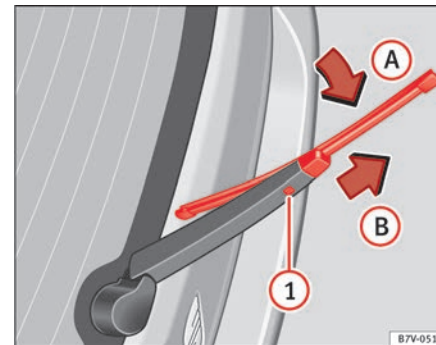

Abb. 159 Scheibenwischerblatt der Heckscheibe auswechseln.
- Scheibenwischerblatt oben in Richtung Scheibenwischerarm ⇒ Abb. 159 (Pfeil A) klappen.
- Entriegelungstaste ① gedrückt halten und das Scheibenwischerblatt gleichzeitig in Pfeilrichtung B abziehen. Dazu kann ein erhöhter Kraftaufwand notwendig sein.